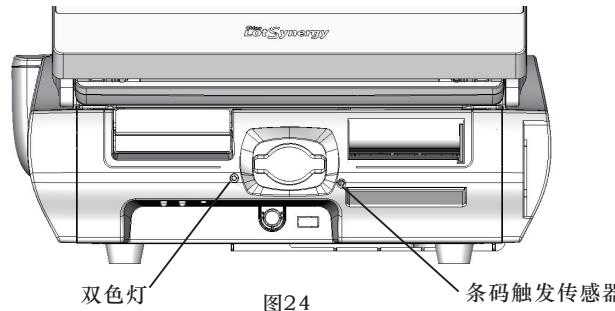

图24
机器前端配有双色指示灯和条码阅读窗口，其功能指示和操作如（图24）所示：
- 3) 捏住走纸面板左边的提手向上翻开可将走纸面板打开，将卡票取出（图24、25）；